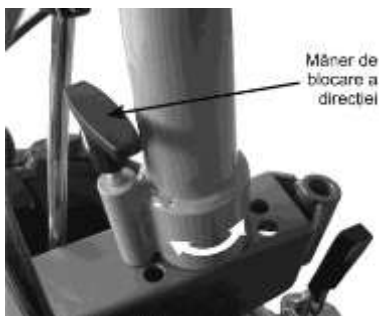

Fig. 21
- Ridicați mânerul de direcție și rotiți în concordanță cu instrucțiunile în poziția dorită și apoi eliberați. Vezi Fig. 21.